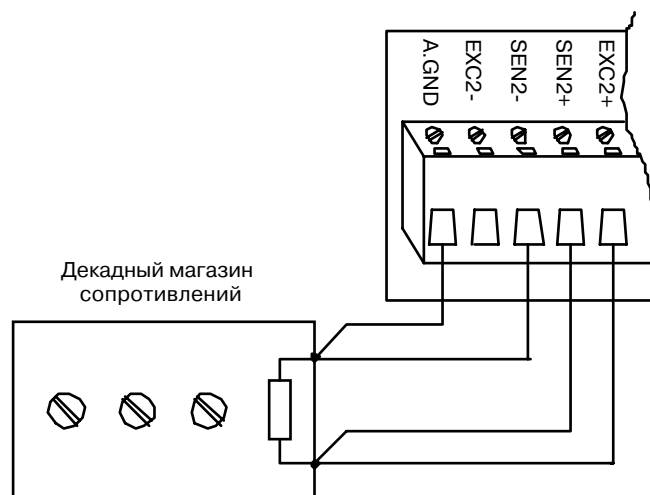

Рис. 5-3. Подключение образцового резистора
3. Подключение образцового резистора к винтовым зажимам клеммной колодки модуля выполняйте, руководствуясь рис. 5-3. Значения сопротивлений образцовых резисторов для калибровки начального и конечного значений всех измерительных диапазонов приведены в табл. 5-2. В качестве образцовых резисторов могут быть использованы декадный магазин сопротивлений или набор отдельных прецизионных резисторов сопротивлением 60, 140, 200 и 440 Ом.